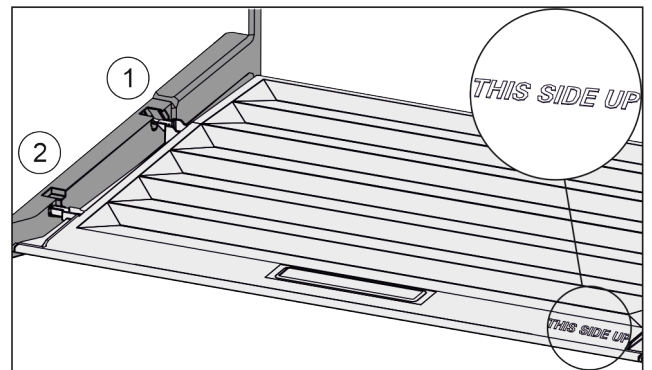

Fig. 55
- ▶ Deckelstege über Öffnung der hinteren Halterung Fig. 55 (1) einführen und vorne in Halterung Fig. 55 (2) einrasten.